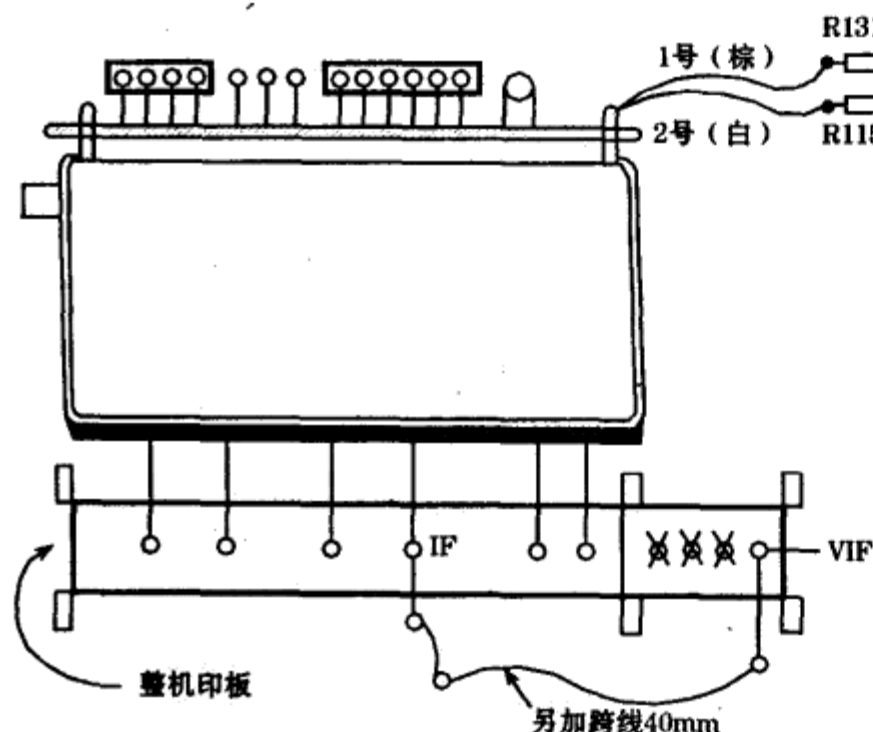

图1
③焊高频头组件和跨线：设计彩电印板时，就考虑了直插ENV598E6G3短型高频头的兼容性，所以装焊十分方便。焊接时，不应出现铜箔脱落，短路现象。插座的接地脚一定要焊牢，它是接地通路。彩电印刷板设有IF和VIF的专用焊点，另加40mm跨线连接，如图1所示。
④轻轻翻回彩电印刷板，平放便于正面焊接。将1、2号两导线分别焊在正面的R1312和R1152的左端（两电阻右端接IC1213第①、⑦脚）。
⑤在安回后插板时，用锉刀在原孔下方锉去2~3mm，即可准确安装高频头的长柄插头。